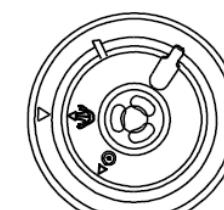

fig. 2
- Préparer le couvercle de pression (2), voir Fig. 2.
- Tirer sur le crochet métallique situé sous le couvercle pour retirer le couvercle de protection sur lequel est fixé le joint (4). Le joint (4) peut être retiré et nettoyé. Assurez-vous que le joint (4) n'est pas endommagé ou déchiré. En cas de dommage, un remplacement est nécessaire. Assurez-vous que la soupape à flotteur (3) est propre et il est possible de le manipuler librement.
- Saisir le couvercle de pression (2), tourner la poignée dans le sens des aiguilles d'une montre et soulever le couvercle verticalement vers le haut.
- Retirer le récipient intérieur (8). Le volume total des aliments et de l'eau ne doit pas dépasser les 2/3 du volume du récipient intérieur.
- Assurez-vous que la surface intérieure du corps de l'appareil (9) est sèche pour placer le récipient intérieur (8) dans le corps de l'appareil (9).
- Monter le couvercle de pression (2), tourner dans le sens inverse des aiguilles d'une montre jusqu'à entendre un clic. À ce moment-là, le couvercle est correctement mis en place.
- Veuillez noter que la soupape de pression (1) doit être libre pour que le cuiseur fonctionne correctement.